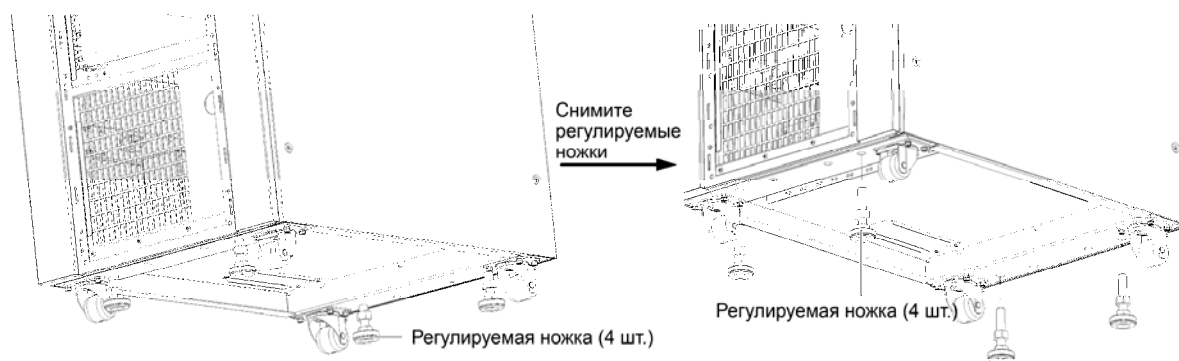

Рисунок 8-9 Демонтаж регулируемых ножек
1. Поднимите шкаф ИБП и снимите четыре регулируемые ножки на основании, как показано на Рисунок 8-9.